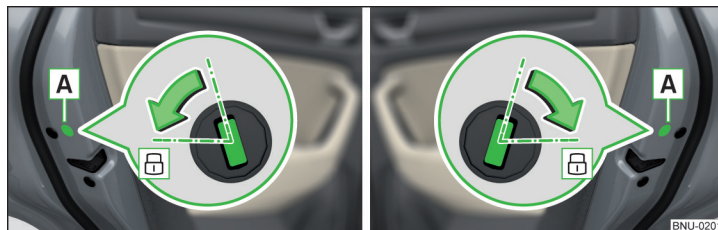

Fig. 330 Puerta izquierda / puerta derecha
- En vehículos con la visera **A**, eliminar esta visera » fig. 330.